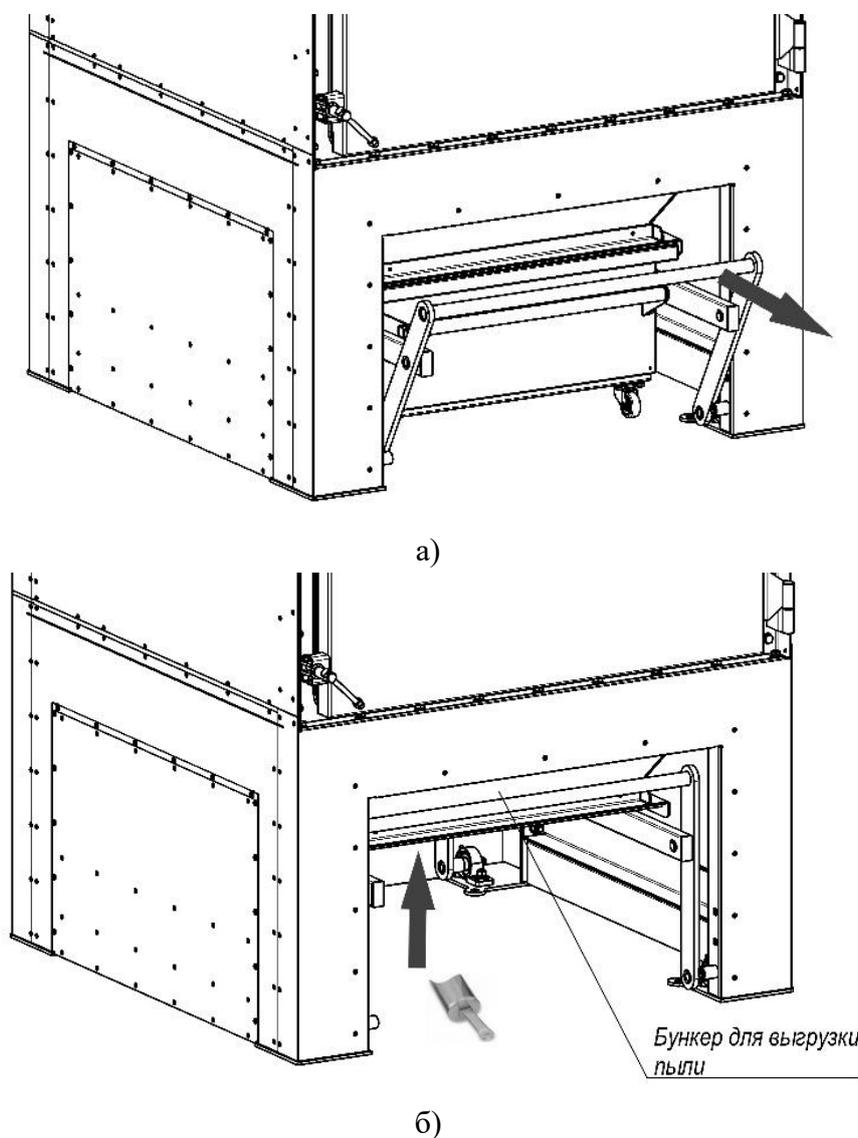

Рисунок 12
- 3) снять панель теплоизоляции пылесборника, потянуть за рычаг механизма поджатия пылесборника (рисунок 12а), выкатить из-под фильтра пылесборник;
- б) в отверстие бункера выгрузки пыли с помощью лопатки подавать (подбрасывать) небольшими порциями средство предзапыления (рисунок 12б);